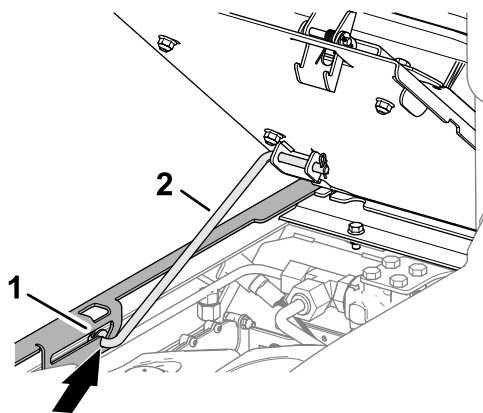

Figura 108
3. Asegúrese de que la varilla de sujeción hacia delante se asienta en la muesca del soporte del asiento (Figura 108).